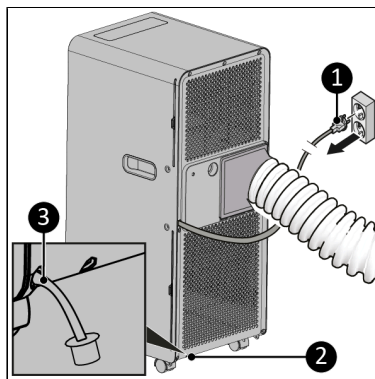

Figure 75.
1. Assurez-vous que l'appareil est éteint et que la fiche est retirée de la prise de courant (Figure 75, pos. 1).
2. Retirez le bouchon (Figure 75, pos. 3) du point d'évacuation d'eau (Figure 75, pos. 2).